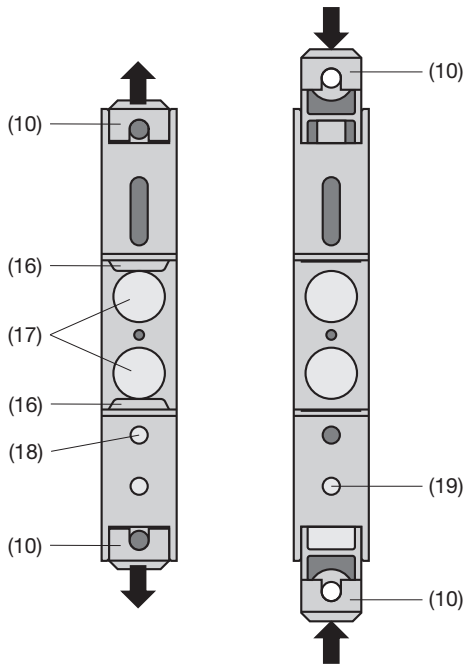

Fig. 8. Fond de l'appareil.
Ensuite tirer en dehors les languettes de fixation (10) en enfonçant en même temps les boutons de verrouillage (18) (voir fig. 8 à gauche).
Pour rentrer si nécessaire les languettes de fixation, il faut enfoncer les boutons de verrouillage (18) et en même temps glisser les languettes de fixation (10) dans la base du boîtier (voir fig. 8 à droite).